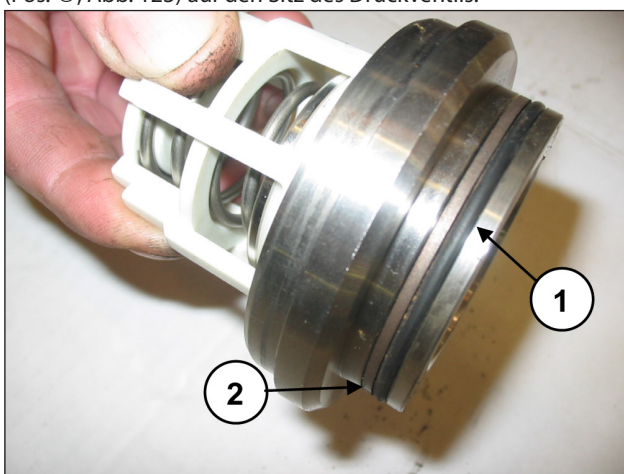

Abb. 123
Montieren Sie den O-Ring, Pos. 5 Explosionszeichnung (Pos. ①, Abb. 123) und den Stützring, Pos. 15 Explosionszeichnung (Pos. ②, Abb. 123) auf den Sitz des Druckventils.